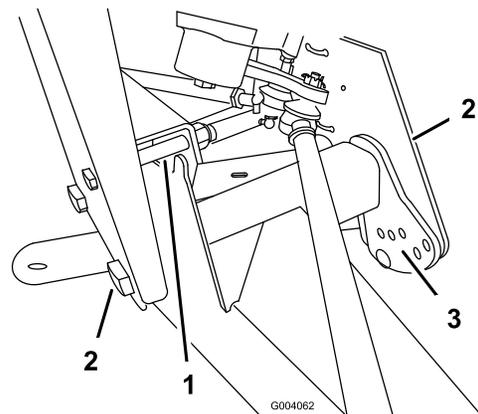

Figura 41
2. Retire el perno limitador de recorrido (Figura 41).
3. Afloje los pernos de centrado en el brazo en A delantero (Figura 41).
4. Retire el perno de ajuste de altura (Figura 41).
5. Gire el brazo en A delantero hasta la posición deseada (ver nota a continuación) y vuelva a colocar el perno de ajuste de altura (Figura 41).
- Vuelva a colocar el perno limitador de recorrido (Figura 41).